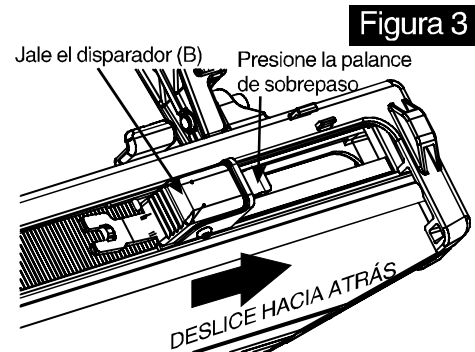

Figura 3
3. Esta herramienta utiliza una palanca de sobrepaso accionada por resorte para cargar y descargar(B) los clavos. Una vez que los clavos estén insertados correctamente, tire del disparador completamente hacia la parte trasera de la recámara, presionando contra la palanca de sobrepaso del disparador. (Vea figura 3)